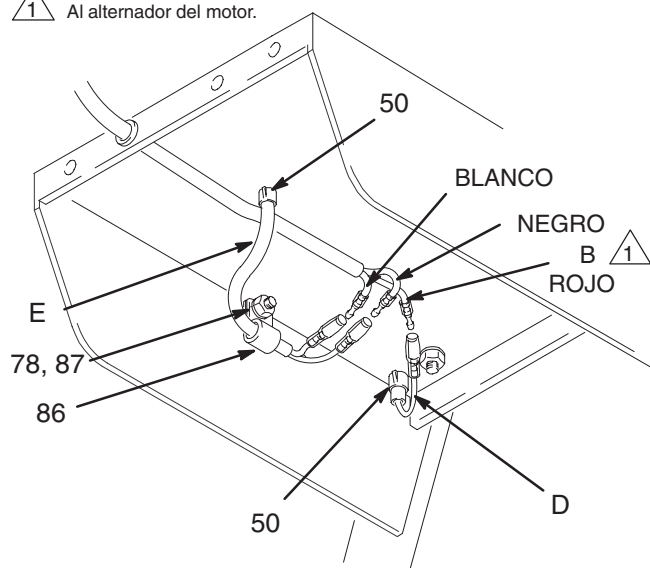

Fig. 16 Vista inferior del motor y del carro
5. Coloque el conjunto del **motor (48)** sobre el carro. Alinee los orificios de montaje. Cuidadosamente, guíe el cable del motor y las guarniciones del cableado (E) desde el inductor, por las arandelas internas (50) correspondientes de la placa de montaje (A). Instale los tornillos de brida (77) y las contratuercas (78). Instale el tornillo (61). Apriete los tres tornillos. Conecte el cable del motor al cable rojo (B), y conecte los cables blanco y negro tal como se muestra en el detalle del esquema de la Fig. 16.